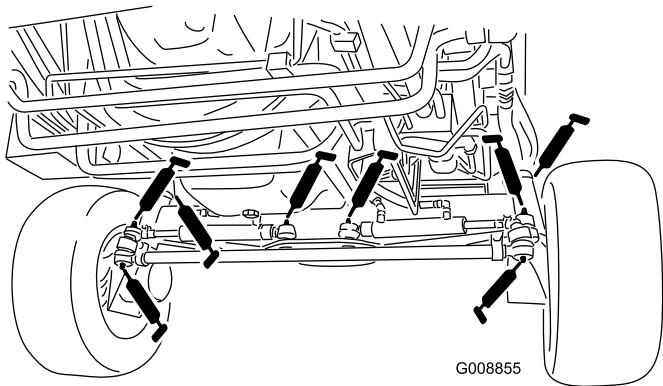

Figura 47
- Articulaciones esféricas del cilindro de dirección (4) (Figura 47)
- Articulaciones esféricas de las bielas (2) (Figura 47)
- Casquillos del pivote de dirección (2) (Figura 47)